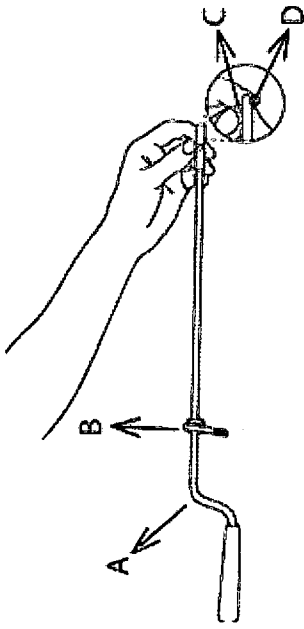

Рис. 12
3. Зберіть систему регулювання напрямку викидання снігу, як показано на рис. 12, 13, 14.